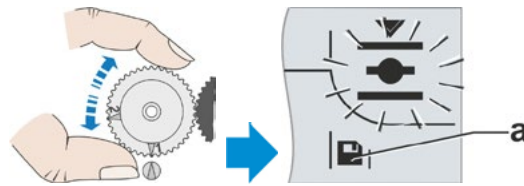

Fig. 8: Girar rueda central hasta que aparezca el símbolo de guardar
10. Solamente en engranaje de señalización: Girar lentamente la rueda central en la misma dirección, que ha girado durante el desplazamiento a la posición final (ver punto "Importante" en el paso operativo 9), hasta que aparezca el símbolo de guardar (fig. 8, pos. a). Si la rueda central ya se encuentra en el tope, deberá girarse en la otra dirección.